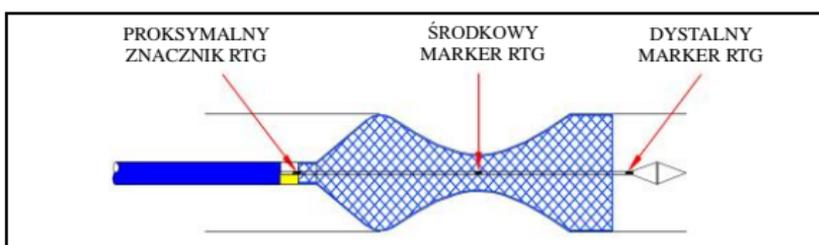

Rysunek 4
- Gdy środkowy marker RTG osiągnie środek docelowego zwężenia, należy kontynuować ciągnięcie w tył złącza do momentu pełnego rozłożenia stentu. (Patrz rysunek 4, 5)
- d) Gdy środkowy marker RTG osiągnie środek docelowego zwężenia, należy kontynuować przesuwanie w przód w kierunku złącza do momentu pełnego rozłożenia stentu. (Patrz rysunek 4, 6)